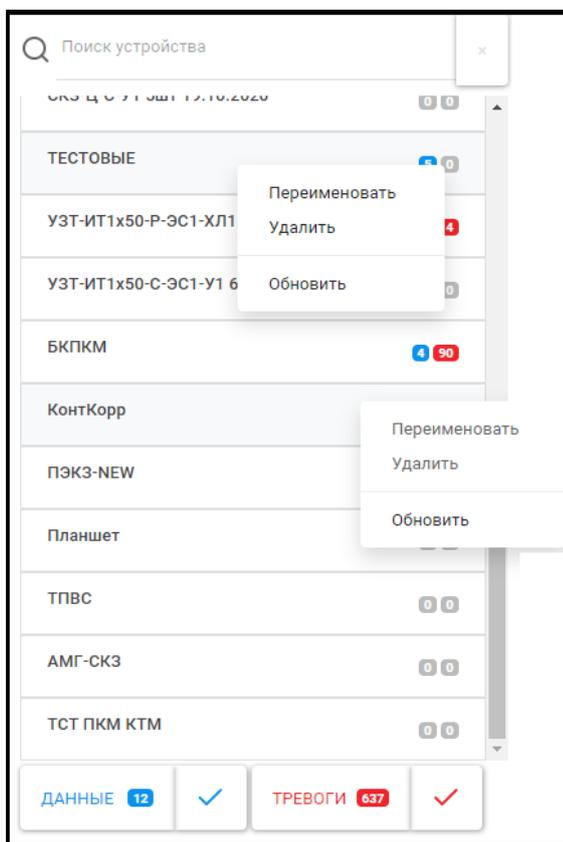

Рисунок 8 – Меню действий с группой
2.5.3.4 Одинарное нажатие правой кнопкой мыши по группе разворачивает меню с функциями переименования группы, удаления группы или обновления данных в группе. Функции переименования и удаления активны только применительно к группам, созданным пользователем, в то время как для остальных групп данные функции будут выделены серым (рисунок 8).